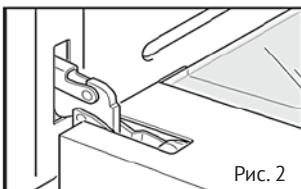

Рис. 2
- Закройте фиксаторы в соответствии с (рис. 2